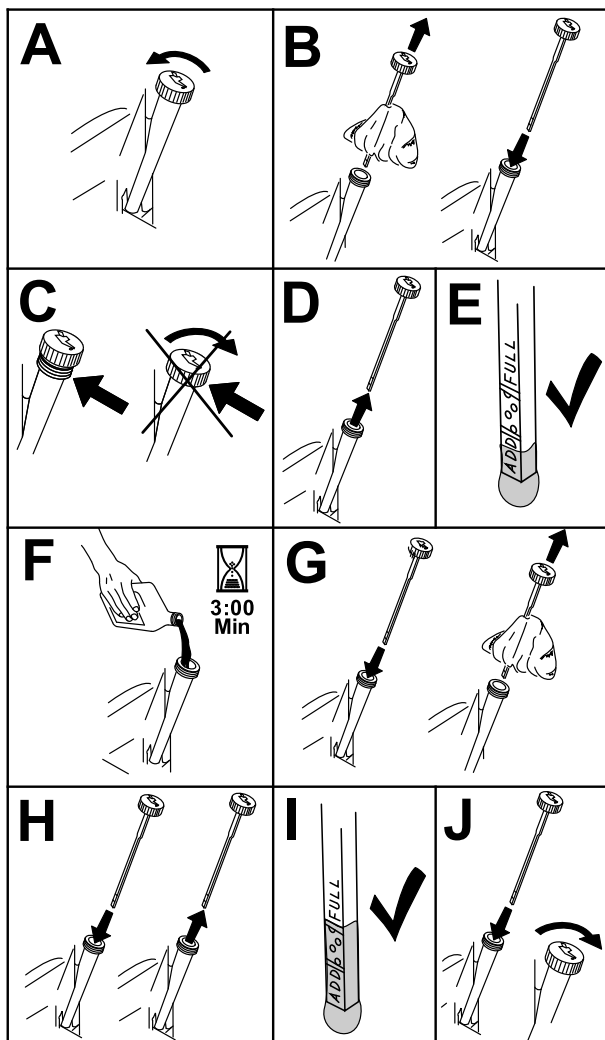

Figura 58
3. Para manter a sujidade, as aparas de relva, etc., fora do motor, limpe a área em torno da tampa de enchimento e vareta antes de a remover (Figura 58).